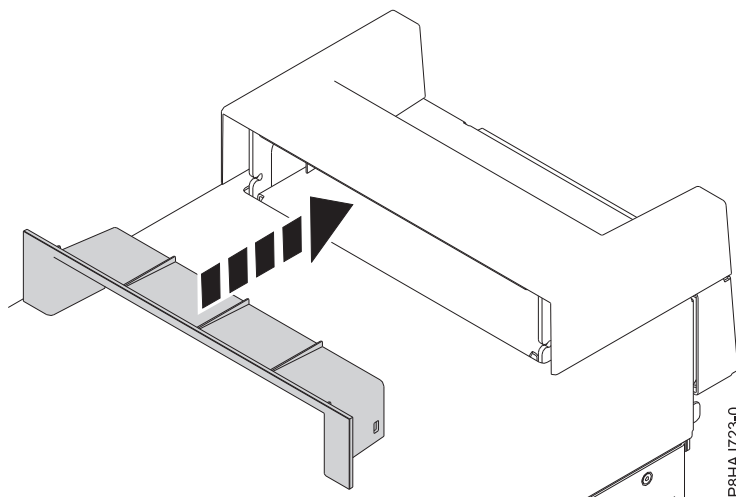

Figura 39. Inserción de la pieza en la tapa de asa en un sistema 8286-41A autónomo
2. Inserte la pieza en la tapa de asa presionándola con firmeza, tal como se muestra en la Figura 39.